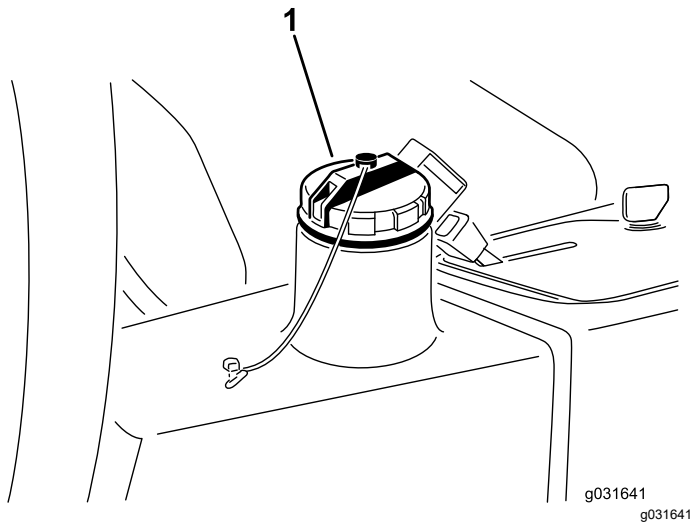

图 67
4. 向液压油箱 图 67注入约 13.2L 液压油请参阅 检查液压系统 \(页码 46\)。